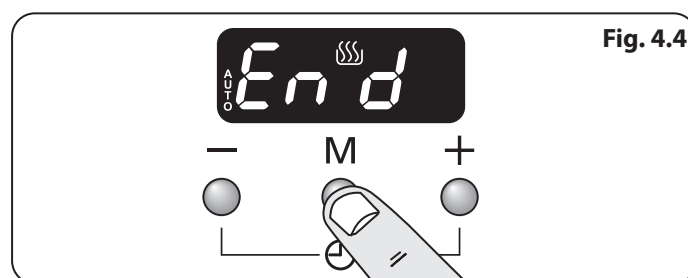

Fig. 4.4
1. Appuyer sur le bouton mode [M] 3 fois, jusqu'à ce que l'écran clignote (Fin) (**Fig. 4.4**).